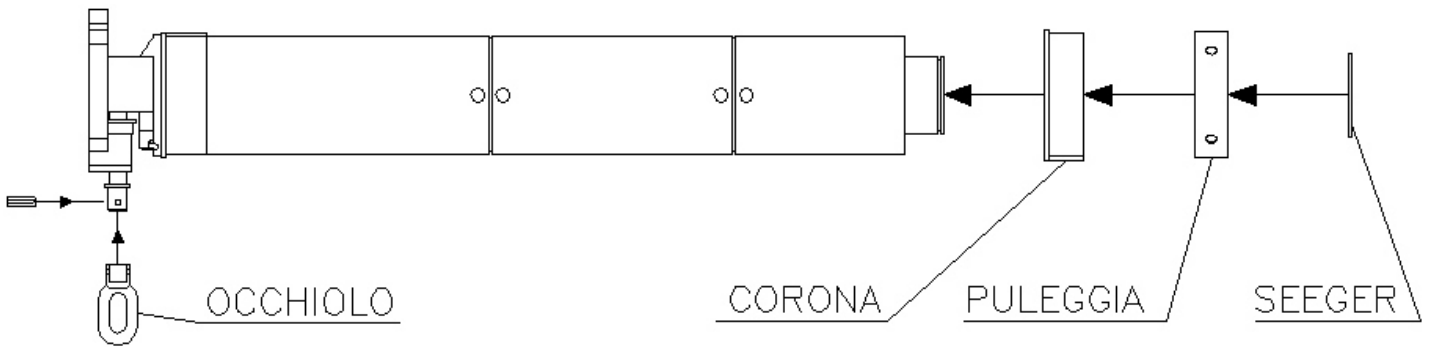

fig. 1
- Predisporre il motoriduttore inserendo la corona, puleggia, anello seeger e l'occhiolo per la manovra di soccorso; (fig.1)